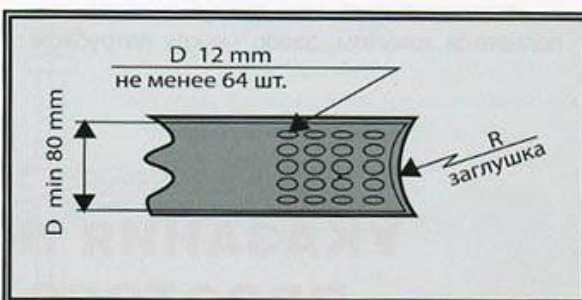

Рис. 16
2. Условия исполнения элементов конструкции для трубы типа "FF" (Рис.16):